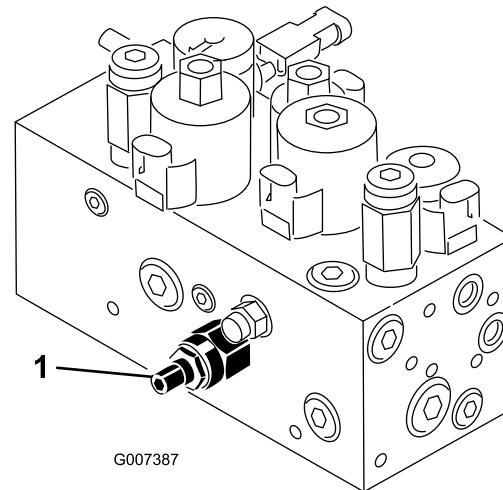

図 48
本機のカッティングユニット昇降回路にはフローコントロールバルブ（図 48）がついています。このバルブは、工場で所定の設定をされていますが、油圧オイルの作動温度の違い、刈り込み速度の違い、使用しているアタッチメントの違いなどにより、調整が必要になる場合があります：もし調整が必要になつたら、以下の手順で行ってください。：
1. 運転席を上げ、センター・フルフレーム用フローコントロールバルブ（図 48）を露出させる。バルブは油圧マニホールドの側面についている。